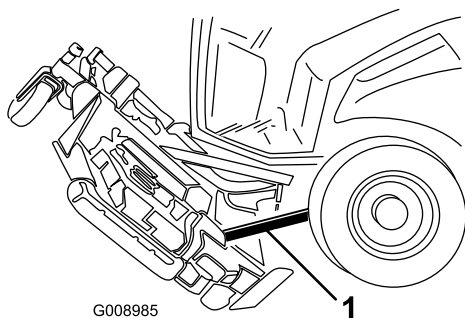

Figura 137
6. Introduzca a presión un bloque de madera entre el borde trasero de la carcasa y la máquina (Figura 137).